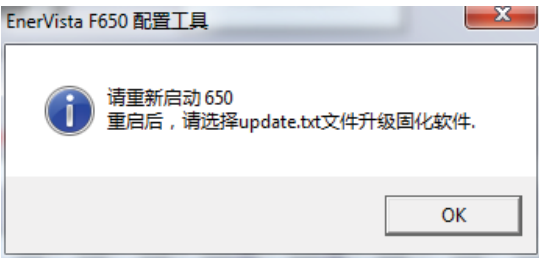

Figure 5-26: 继电器重启动程序
5. 一旦更新的参数已被输入, 按“升级固件”按钮。当通讯已经建立后, 程序将显示一条信息, 该信息指示如果要继续升级过程需要关断再接通继电器 (Figure 5-26) 。